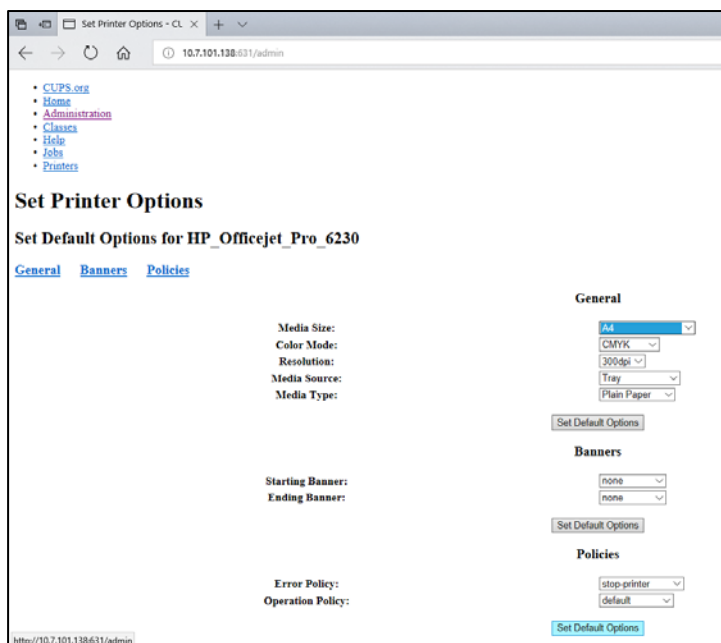

Figura 81. Selecionando o tamanho de mídia correto.
7. Selecione o Media Size (Tamanho da mídia) correto (como "A4"), pois algumas impressoras não imprimem se o formato do papel estiver errado. Em seguida, salve a seleção pressionando Set Default Options (Definir as opções padrão) (Figura 81).